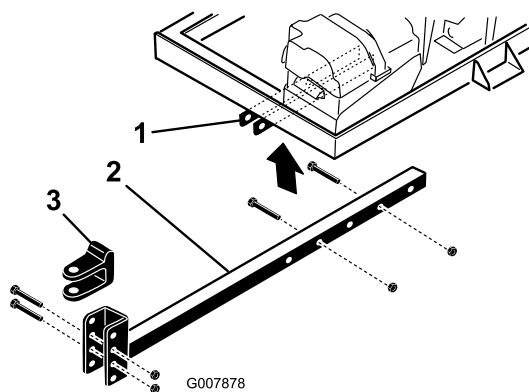

图4
- 将挂钩管插入机架支架图4。用 2 个螺栓  $\frac{5}{8}$  x 3 英寸和凸缘螺母  $\frac{5}{8}$  英寸将挂钩管固定到机架上并上紧扭矩至 40N·m。
- 卸下将挂钩 U 形销图4固定到挂钩管上的螺栓和锁紧螺母。
- 卸下将挂钩管固定到机架支架的螺栓和螺母图4。